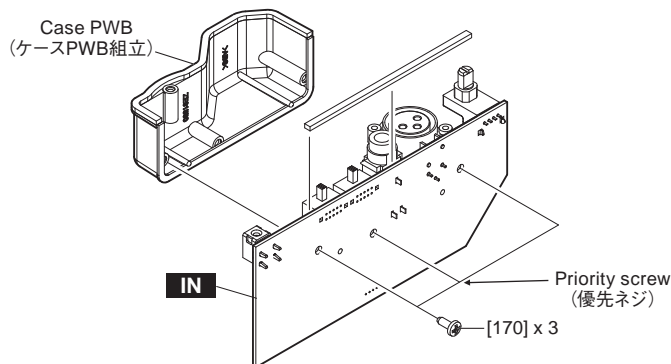

Fig. 8 (図 8)
- 6-3 Remove the three (3) screws marked [170]. The IN circuit board and case PWB assembly can then be separated. (Fig. 8)
- \* **When installing the case PWB assembly, first tighten the priority screws as shown in Fig. 8.**
- 6-3 [170] のネジ 3 本を外し、IN シートとケース PWB 組立を別けます。(図 8)
- ※ ケース PWB 組立を取り付けるときには、優先ネジを図に示す方を先に締めてください。(図 8)